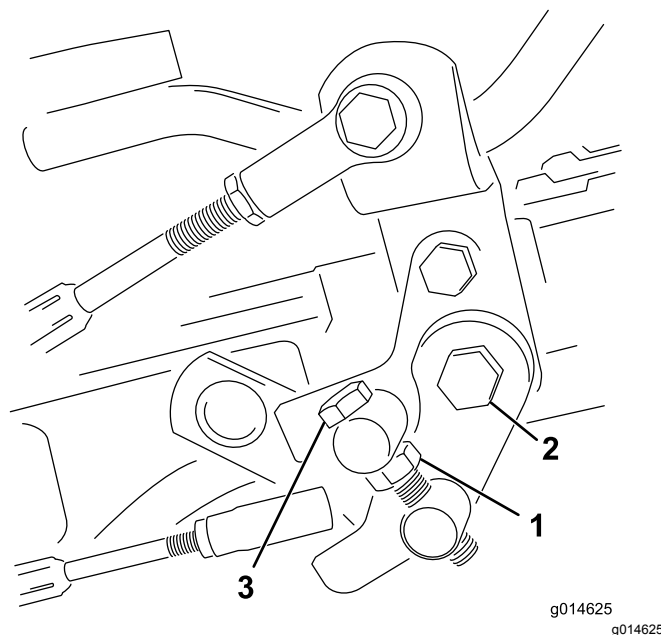

Figura 42
1. Allentate il controdado sul bullone di articolazione (Figura 42).
4. Serrate il controdado sul bullone di articolazione e il dado sul perno del pedale per fissare la regolazione (Figura 42). Controllate la messa a punto, e all'occorrenza ripetete la regolazione.